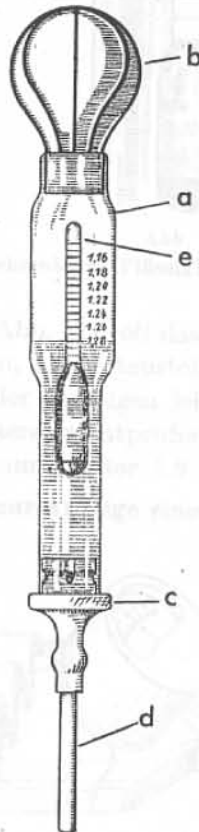

Abb. 9
77. Die Bauart des Saughebers (Abb. 9) ist folgende: Auf einem weiten Meßrohr (a) befindet sich ein Gummiball (b) zur Betätigung des Saughebers. Das Rohr ist unten mit einem durchbohrten Gummistöpsel (c) verschlossen. In die Durchbohrung ist das Ansaugrohr (d)